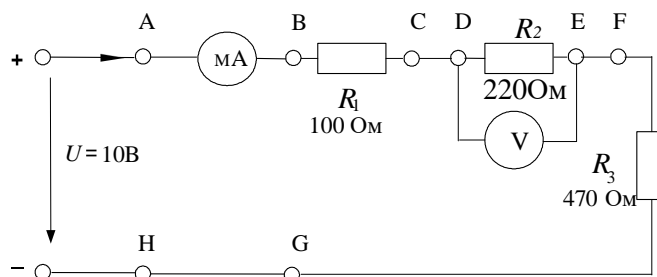

Рисунок 6 – Схема цепи с последовательным соединением резисторов
1.1 Соберите цепь согласно схеме (рис. 6).